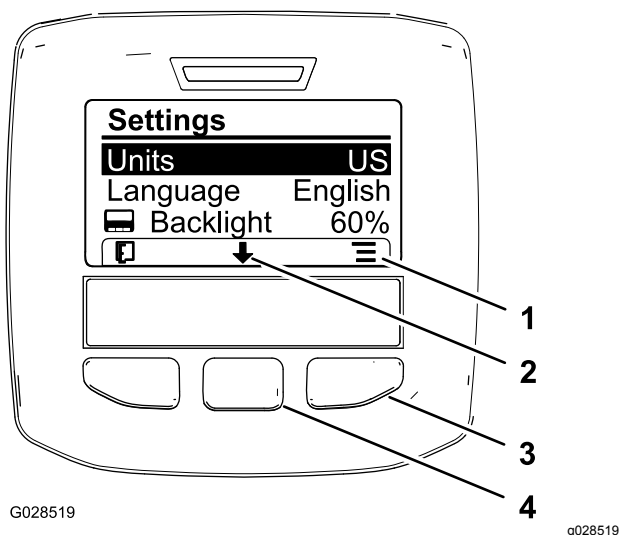

Figure 53
2. Pour changer d'unité de mesure, appuyez sur le bouton de sélection droit pour changer la liste des unités affichées (Figure 53).
- Pour changer la langue de l'affichage, appuyez sur le bouton de sélection central (situé sous la flèche vers le bas dans l'affichage) pour déplacer l'option de langue sélectionnée (Figure 53).
- Appuyez sur le bouton de sélection droit (situé sous l'icône de liste dans l'affichage) pour mettre en surbrillance la langue qui sera utilisée dans l'affichage (Figure 53).
- Appuyez sur le bouton de sélection gauche pour retourner à l'écran d'accueil (Figure 53).